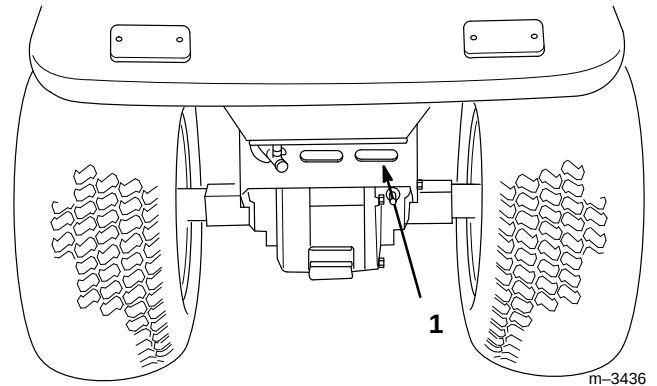

Abbildung 9
5. Die Hinterachsenabdeckung ist ein Lufteinlaßbereich zur Kühlung von Hinterachse und Kardanwelle. Fremdkörper von der Hinterachsenabdeckung entfernen, bevor der Traktor eingesetzt wird (Abb. 9).